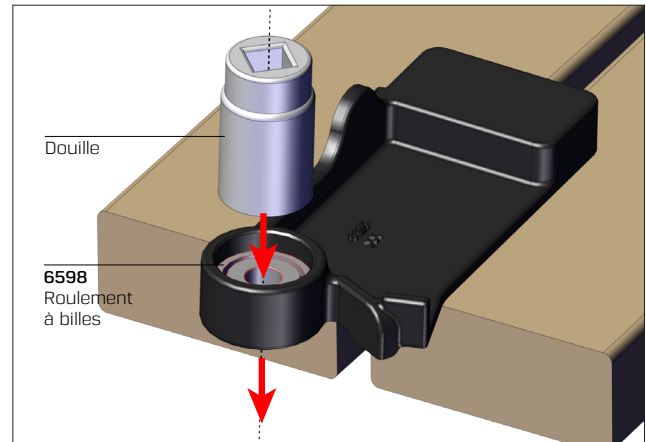

Fig. 6.
- Soutenez le contrepois comme indiqué sur la Fig. 6. Utilisez une douille 7/8" (22,2 mm) ou un outil similaire dont le diamètre extérieur est légèrement inférieur à 1,25" (30 mm) et retirez le roulement à billes n° **6598** en tapotant sur la douille avec un marteau à panne ronde.